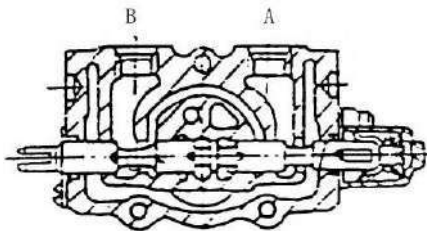

Figura 5-4
b) Empujar la válvula de corredera hacia dentro (figura 5-4)